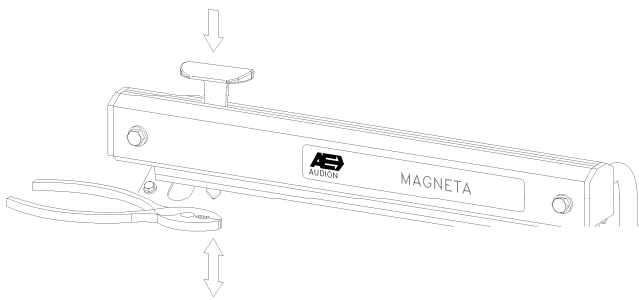

Fig. 3
7. La lama usurata può essere sostituita semplicemente premendo il portalama, estraendo la vecchia lama e inserendone una nuova. E' consigliabile usare pinze (fig. 3).
7. Quando a lâmina deixar de cortar pode ser substituída, empurrando a lâmina retira-se introduzindo depois uma nova (recomenda se o uso de uma pinça Fig. 3).
7. Når kniven er slidt eller knækket kan denne udskiftes ved at trykke knivholderen ned, hive kniven ud og isætte en ny. Det kan anbefales evt. at benytte en flatang. (fig 3).
7. Förslitning avskärning - Ett slött knivblad utbytes genom att pressa ned den röda knivhållaren och dra ut knivbladet rakt ned (lämpligen med hjälp av en tang) och trycka in ett nytt emellan den fjädringsbelastade plåten i knivsläden (fig. 3).
7. En slitt kniv skiftes enkelt ved å trykke ned den røde knivholderen, dra ut den gamle kniven og skyv inn en ny. Kniven er meget skarp og det anbefales derfor å holde kniven med en tang (fig. 3).